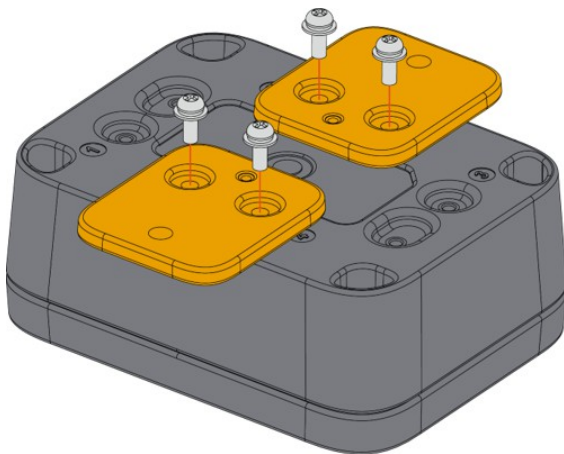

Abbildung 17: Befestigung der Wandhalterung am Gehäuse
2. Befestigen Sie die mit dem Buchstaben **D** gekennzeichneten Wandhalterungen mit vier (4) M3\*8-mm-Kopfschrauben mit Unterlegscheibe am WisBlock Unify-Gehäuse. Platzieren Sie sie an den festen Positionen Nr. **1 und 3** oder Nr. **2 und 4** des Gehäuses, wie in **Abbildung 17** dargestellt.